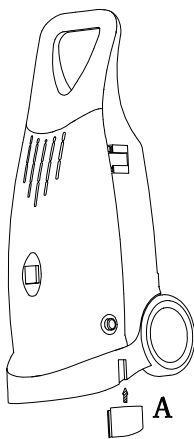

Fig. 1
1. Monter holder (A) som vist (trykkes op) - fig 1.